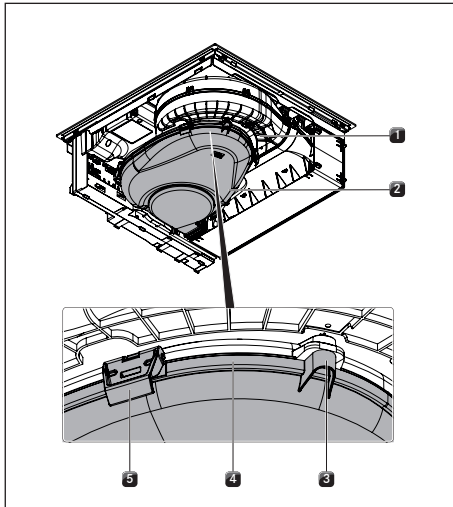

Abb. 8.3 Luftführungsgehäuse
- ▶ Ziehen Sie im Inneren der Einströmöffnung die Filterwechselklappe aus der Öffnung des Filtergehäuses (Filterwechselklappe entfernen siehe Abb. 8.3).